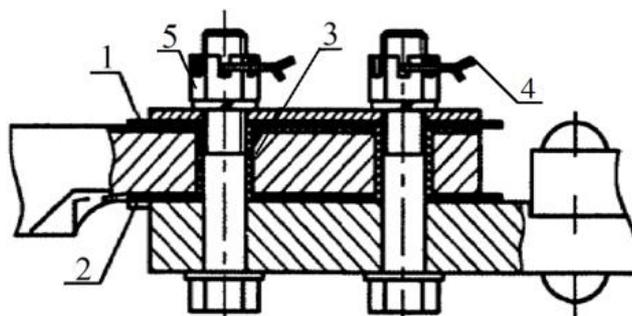

Рис.1. Элементы изоляции узла соединения ведущей планки
Элементы изоляции ведущей планки на стрелке в сечении у острия острьяков (рис.1)
Элементы изоляции ведущей планки на стрелке в сечениях у острия острьяков и в конце строжки острьяков (рис.1)
- используя кусачки, снять с болтов закрутки из проволоки (поз. 4 на рис. 1 ÷ 3).
- гаечным кольцевым коленчатым односторонним ключом на 30 мм открутить и снять корончатые гайки (поз. 5 на рис. 1 ÷ 3). При откручивании гайки для исключения проворота болта следует удерживать его ключом за шестигранную головку.